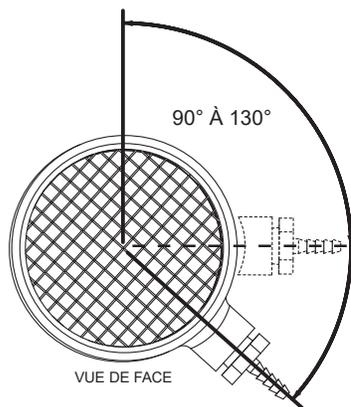

Figure 18. Orientation du raccord en té d'admission d'air
S'assurer que l'embout cannelé posé sur le té *n'est pas* dirigé vers le bas (180°, position 6 h 00) avant de commencer l'installation de l'évacuation. L'embout cannelé doit être orienté entre 90° et pas plus de 130°, comme illustré à la **Figure 18**. Si le raccord cannelé est tourné vers le bas, les condensats résiduels qui se forment occasionnellement dans le tuyau d'admission d'air peuvent s'écouler vers le contacteur d'admission d'air par le tube de mesure raccordé et endommager le contacteur. Cela peut également entraîner des défaillances du contacteur d'admission d'air et des verrouillages du système de commande associé.
Le té d'admission d'air est installé à l'usine avec la branche de 1/2 po et l'embout cannelé orientés vers la droite à environ 130° vus de face. Voir **Figure 18**. La branche de 1/2 po et l'embout cannelé du raccord en té ne devront pas être inclinés plus bas (vers le sol) que cette spécification d'usine. Une orientation plus élevée, jusqu'à une position de 90°, n'aura pas d'incidence négative sur le fonctionnement et est acceptable.
Contrôler l'angle de la branche de 1/2 po et de l'embout cannelé du raccord en té vu depuis l'avant du té. Voir **Figure 18**. Si l'angle de la branche de 1/2 po et de l'embout cannelé du raccord en té est au-delà ce qui est prescrit, l'ajuster comme il se doit. Pour ajuster l'angle du raccord en té d'admission d'air, suivre les étapes indiquées ci-dessous.
4. Ajuster l'angle du raccord en té de telle manière que la branche de 1/2 po et l'embout cannelé soient inclinés suivant l'angle approprié, comme illustré à la **Figure 18**.